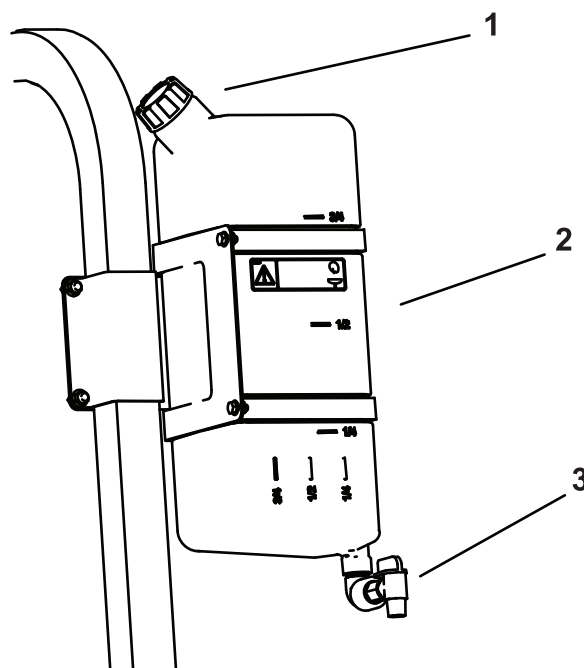

Figure 71
- Pour remplir le réservoir, dévissez le bouchon situé sur le dessus, remplissez-le d'eau douce puis revissez le bouchon en place (Figure 71).
- Pour ouvrir le robinet du réservoir d'eau douce, tournez le levier sur le robinet (Figure 71).